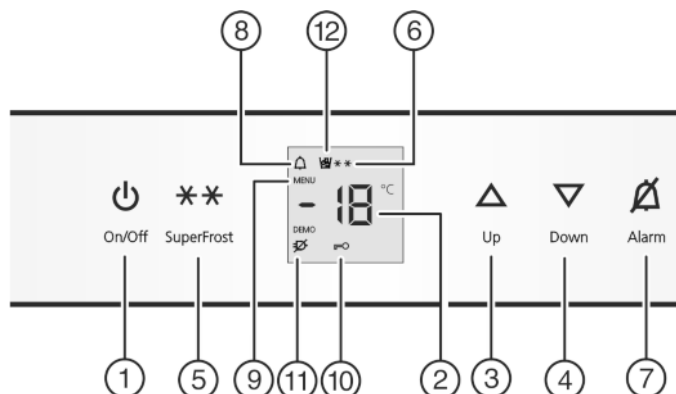

Fig. 2
- ▶ Натисніть клавішу On/Off Fig. 2 (1).
- ▶ Вмикання режиму настройки: натисніть клавішу SuperFrost Fig. 2 (5) і утримуйте близько 5 секунд.
- ▷ Світиться символ "Меню" Fig. 2 (9).
- ▶ Для вимкнення функції захисту натисніть і швидко відпустіть клавішу SuperFrost Fig. 2 (5).
- ▶ Для увімкнення функції захисту натисніть і швидко відпустіть клавішу SuperFrost Fig. 2 (5).
▷ Світиться символ "Функція захисту" Fig. 2 (10). На індикаторі блимає **c**.
- ▷ Гасне символ функції захисту Fig. 2 (10). На індикаторі блимає **c**.
- ▶ Вихід з режиму настройки: Натисніть клавішу On/Off Fig. 2 (1).
- ▶ натисніть сигнальну клавішу Alarm Fig. 2 (7).
Одночасно блимає індикатор температури та символ звукового сигналу *Fig. 2 (8)*.
Звукове попередження вимикається автоматично, символ звукового попередження *Fig. 2 (8)* вимикається, індикатор температури перестає блимати, коли температура достатньо низька.
- натисніть сигнальну клавішу Alarm *Fig. 2 (7)*.
- Настройка більш високої температури: Натисніть клавішу Up *Fig. 2 (3)*.
- Настройка більш низької температури: Натисніть клавішу Down *Fig. 2 (4)*.